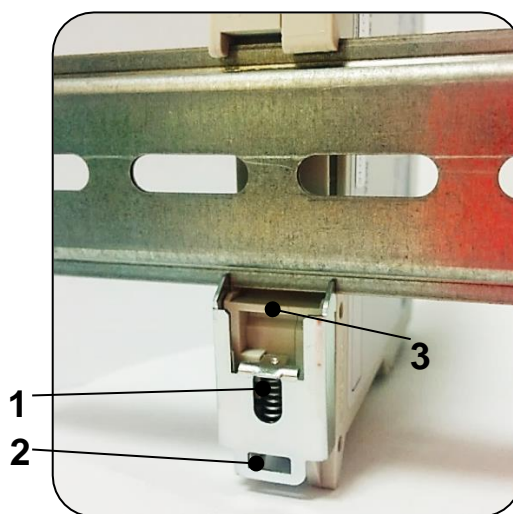

Рис. 6 – Демонтаж изделия
Демонтаж изделия осуществляется в обратном порядке. Чтобы демонтировать изделие, необходимо оттянуть вниз при помощи отвёртки пружину (1) фиксатора (3) за квадратное отверстие в металлическом язычке (2) (Рис. 6).